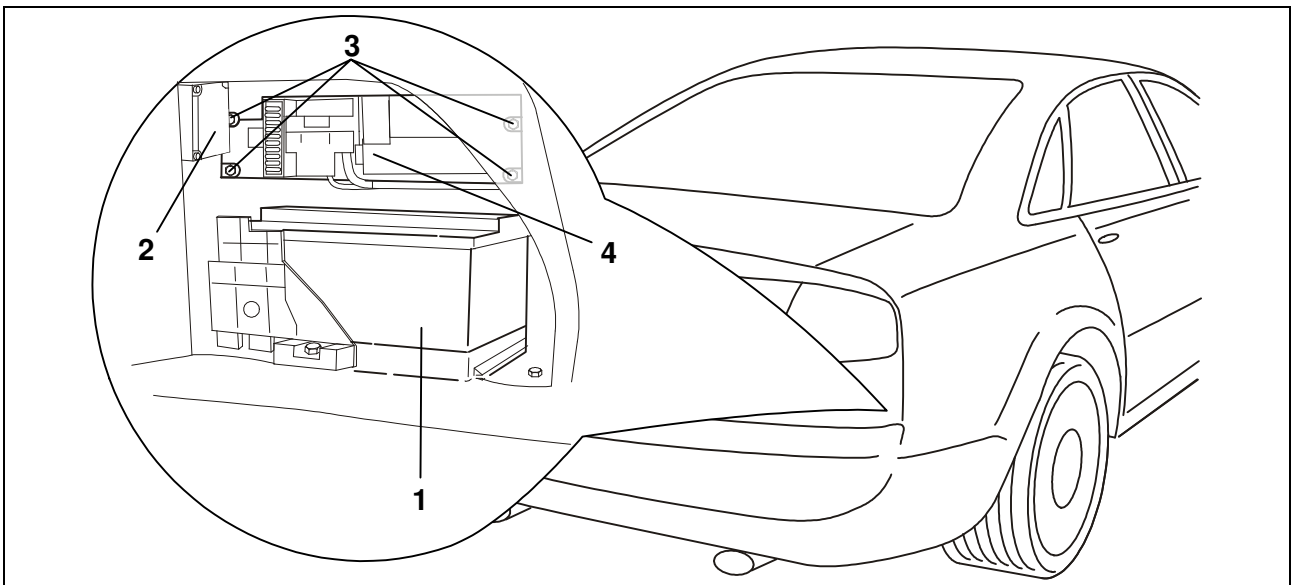

Abb. 1: Batterie und Geräteträger
3. Befestigungen und Anschlüsse der Batterie (Abb. 1/1) lösen und abziehen.
4. Die beiden Befestigungsschrauben vom Batteriemanager (BEM) (Abb. 1/2) lösen.
5. Die vier Befestigungsschrauben (Abb. 1/3) vom Geräteträger (Abb. 1/4) lösen und vorsichtig nach vorziehen.